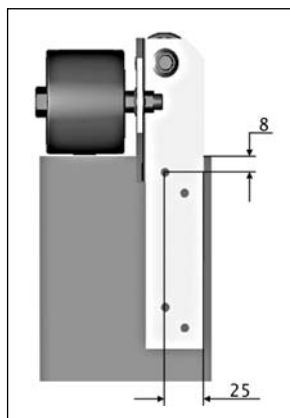

Рис.5.1. Установка направляющего ролика на правую шину.
- 5.1. Для предотвращения касания полотна роллеты верхних торцов направляющих шин необходимо закрепить направляющие ролики RGV/77. Крепление производится при помощи четырех самонарезающих винтов 3,5x9,5 (рис.5.1).